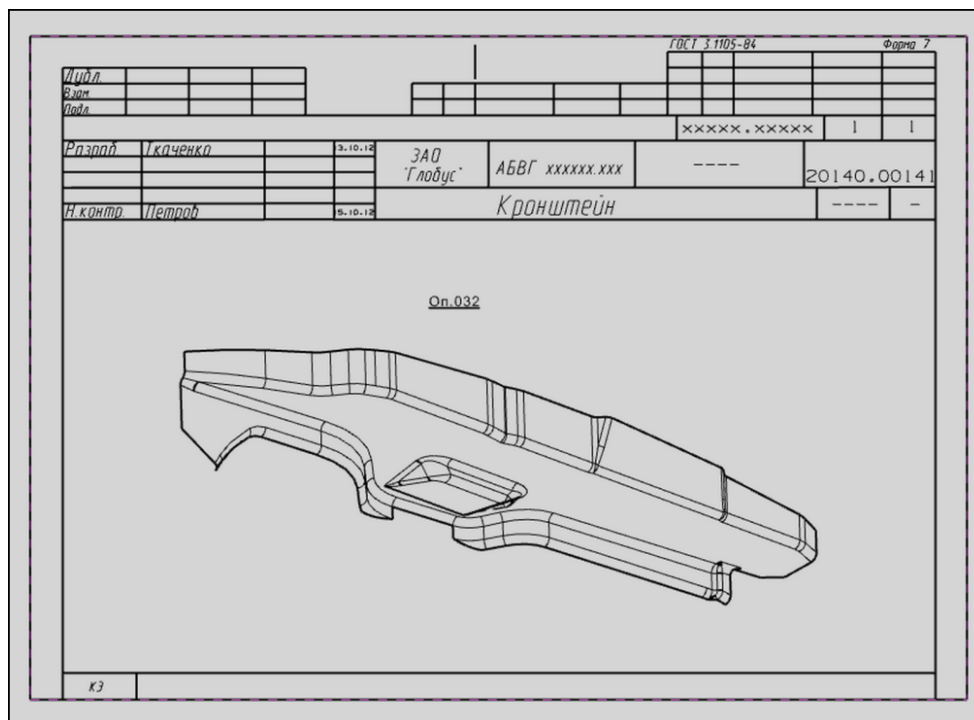

Рис. 8.6. Позиционирование изображения вида на карте эскизов
- выполните позиционирование появившегося изображения вида на листе документа (рис. 8.6).